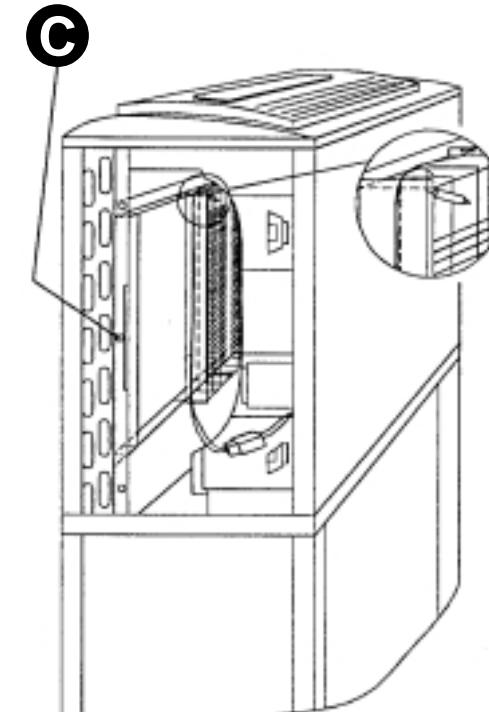

Fig. 2
- 5) Installare l'elemento riscaldante tra l'evaporatore e il ventilatore come da fig. 2 e fissarlo con 2 viti autofilettanti alla parete laterale dell'evaporatore (C).
- 5) Fixer l'ensemble selon fig. 2 entre l'évaporateur et le ventilateur a l'aide des 2 vis fournies (C).
- 4) Die Befestigungsclips (A) und Styropor-Einlagen (B) zwischen dem Verdampfer und Lüfter auf beiden Seiten vorsichtig entfernen (siehe Abb 1).
- 5) Den Heizkörper gemäß der Abb. 2 zwischen dem Verdampfer und Lüfter einsetzen und mit 2 Blechschrauben an den Seitenwänden vom Verdampfer befestigen (C).
- 5) Instalar el elemento calefactor entre el evaporador y el ventilador como se indica en la fig. 2 y fijarlo con 2 tornillos autorroscantes a la pared lateral del evaporador (C).
- 5) Het verwarmingselement zoals aangegeven in fig. 2 tussen de verdamper en ventilator plaatsen en met twee schroeven aan de zijwanden van de verdamper bevestigen (C).